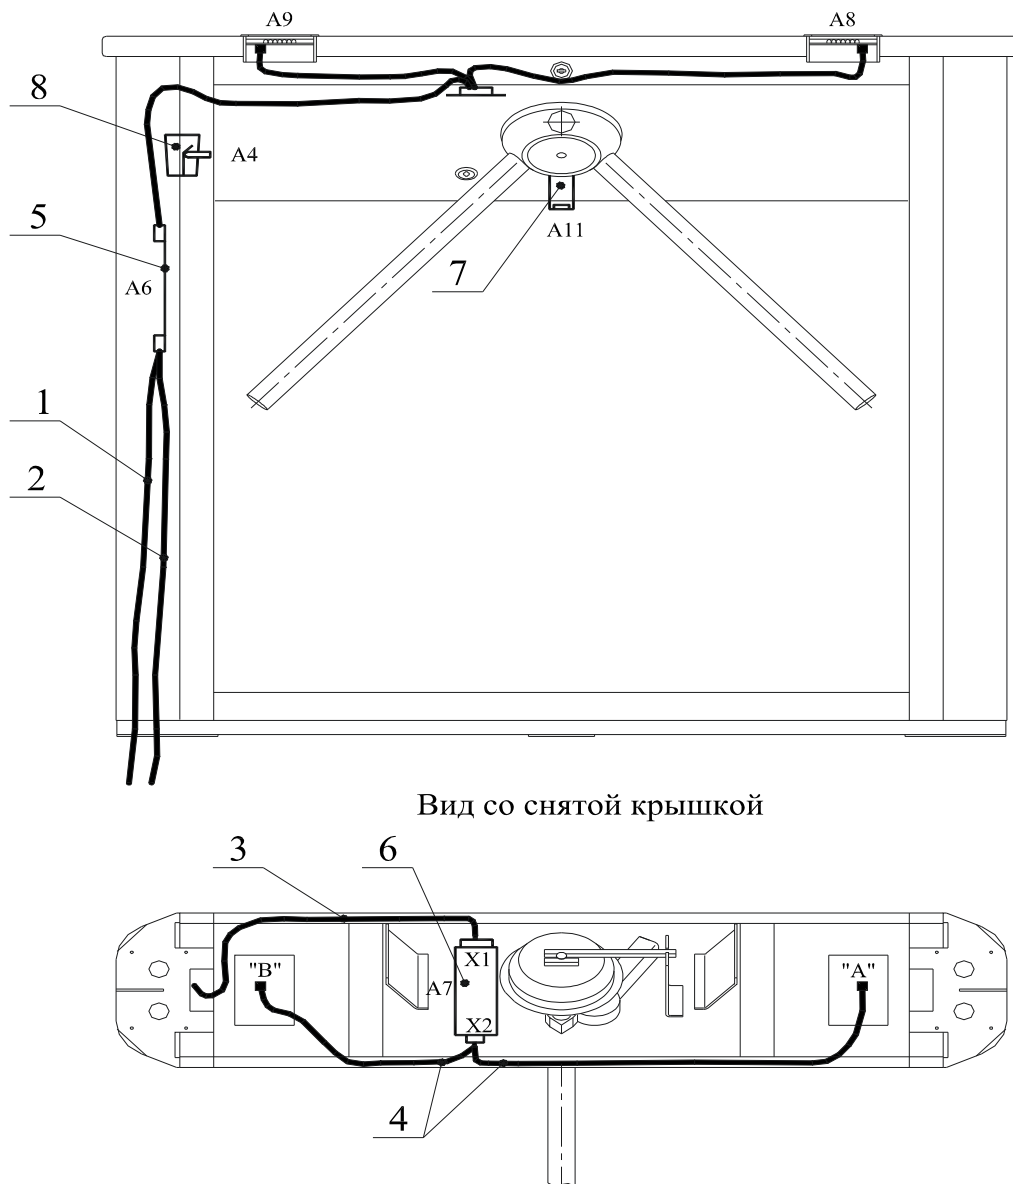

Рисунок 11 – Схема прокладки кабелей в стойке турникета:
5.11.2 В случае несанкционированного прохода через турникет сигнал Ready формируется следующим образом. При повороте преграждающих планок на 8° срабатывает один из оптических датчиков поворота преграждающих планок (см. рис. 11) и размыкаются выходные контакты Ready и Common (начало сигнала). При возвращении преграждающих планок в исходное положение происходит нормализация обоих указанных оптических датчиков и замыкание выходных контактов Ready и Common (окончание сигнала).